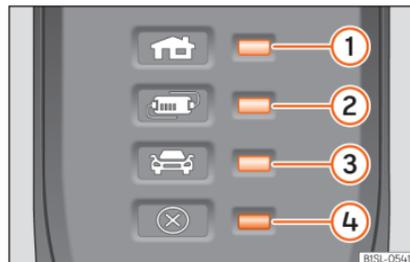

Fig. 232 No cabo de carregamento para tomadas de corrente: Luzes de controlo do dispositivo de proteção.
»» Fig. 232:
»» Fig. 232 faz com que o conector de carregamento permaneça sem corrente até se ligar na tomada de carregamento do veículo.
Uma ou várias luzes de controlo »» Fig. 232
Indicação »» Fig. 232	Significado
»» Fig. 232 ①, ② ou ③ o indicador de funcionamento, há uma avaria.